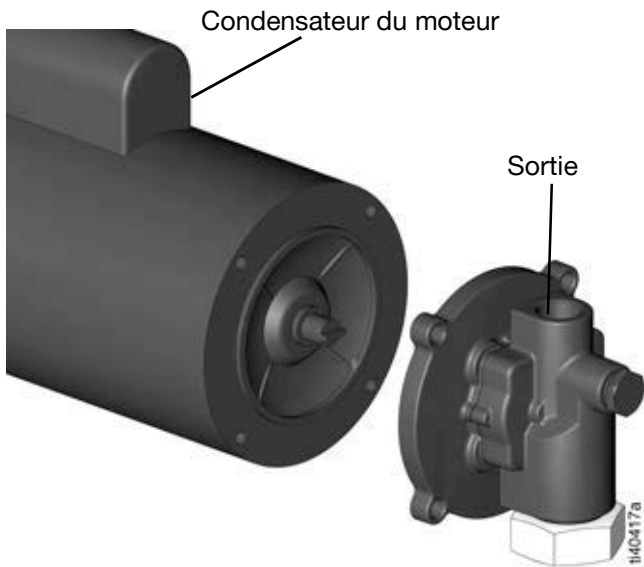

FIG. 15
6. La sortie de pompe doit être orientée vers le haut et le condensateur du moteur et la sortie doivent tous deux être sur le dessus (FIG. 15).